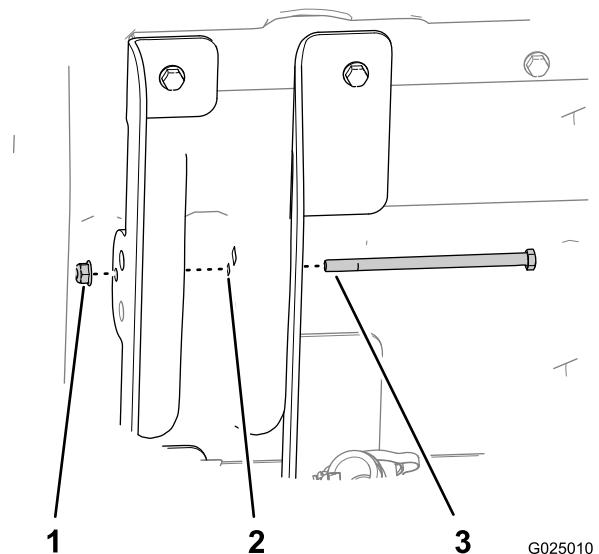

Figura 5
- Insira o parafuso de cabeça sextavada (5/16 x 5-1/2 pol.) através do furo 8 mm no suporte interior da caixa (flanges compridas), estrutura da caixa e o suporte exterior do elevador da caixa (flanges curtas) como se mostra em Figura 5.
- Prenda o parafuso com a porca flangeada (5/16 pol.) manualmente (Figura 5).
- Aperte a porca flangeada que prende o parafuso (5/16 pol.) até que fique fixo (Figura 5).